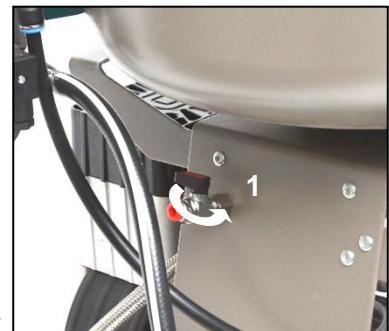

Fig. 14
L'arrêt du compresseur pour entretien ou pour toute autre raison s'effectue à partir du commutateur d'alternance (1) en tournant le sélecteur (2) sur la position « 0 » et en **débranchant la fiche secteur de la prise**. Cette opération permet de mettre le compresseur hors tension. Ouvrez ensuite la soupape de vidange (Fig. 14) pour ramener la pression du réservoir d'air à zéro.
Compresseurs (Fig. 14)
En cas de non-utilisation prolongée du compresseur, vidangez tout le condensat du réservoir d'air. Ensuite, mettez le compresseur en marche pendant 10 secondes, en laissant la soupape de vidange ouverte (1) (Fig. 14). Arrêtez le compresseur à l'aide du commutateur (2) du pressostat (1) (Fig. 13), puis fermez la soupape de vidange et débranchez l'appareil du secteur.
- Évacuez la pression d'air du réservoir en ouvrant la soupape de vidange (1) (Fig. 14).